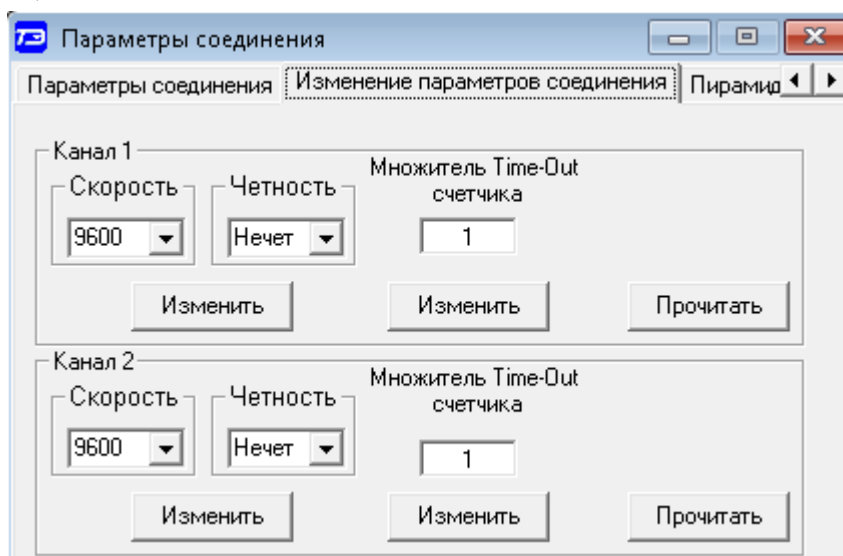

Рисунок 3 – Форма «Параметры соединения», вкладка «Изменение параметров соединения»
- открыть вкладку «Изменение параметров соединения» формы «Параметры соединения» (рисунок 3);
4.5.3 Скорость обмена по каналу RS-485 может быть изменена через оптопорт, посредством вкладки «Изменение параметров соединения» формы «Параметры соединения» (рисунок 3).